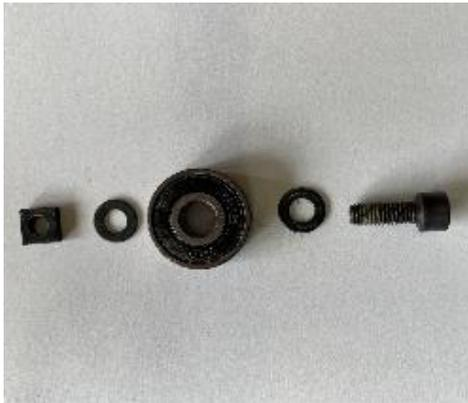

Figure 2
- Montieren der M6 x 18 Schraube, der Vierkantmutter und die 2 Unterlegscheiben an einer der Führungsrolle (Fig 2)